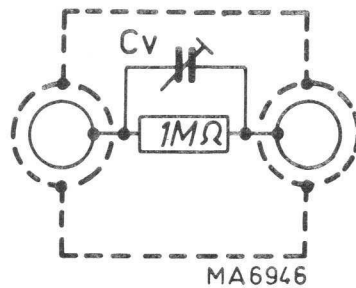

Fig. 12. Ingangs-RC normaal
- Zet schakelaar ACx10/AC/DC (807) [808] in stand ACx10.
- Voer aan de ingangsbuss Y_A [Y_B] (853) [854] een blokspanning, 2 kHz, amplitude 30 mV_{t-t}, stijgtijd 300 ns, toe.
- De ingangs-RC normaal bestaat (zie fig. 12) uit een vaste weerstand van $1\text{ M}\Omega$ overbrugd door een variabele condensator van 3-60 pF (b. v. trimmer).